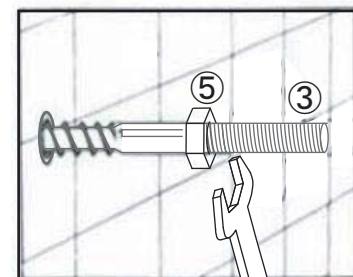

図3
- 3) ③ハンガーボルトへ⑤ナットを締め込みます。(図3)
- 4) ③ハンガーボルトに締め込んだ⑤ナットをスパナもしくはモンキーレンチで回し、②樹脂プラグに③ハンガーボルトをねじ込みます。(図3)